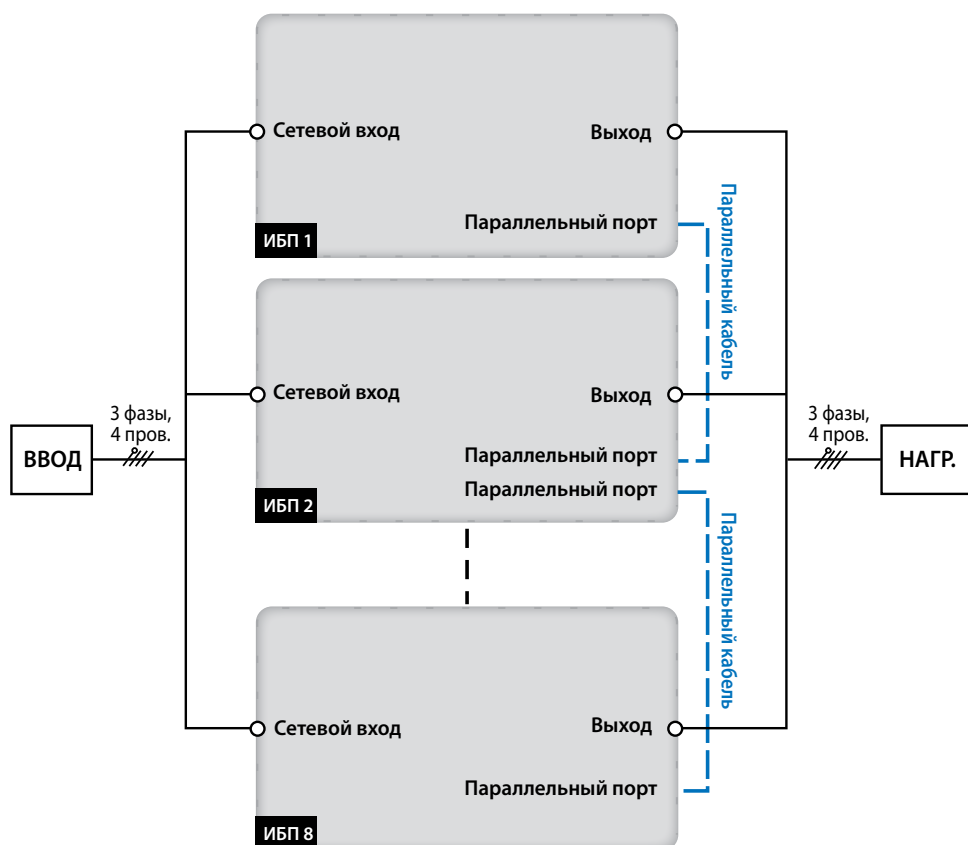

Рис. 5-14. Схема подключения в конфигурации с одним входом (параллельные ИБП)
2. Подключите кабели электросети переменного тока, нагрузки и внешнего батарейного кабинета к соответствующим зажимам ИБП. См. **Рис. 5-12**, **Рис. 5-14** и **5.5 Подключение внешнего батарейного кабинета Delta**.